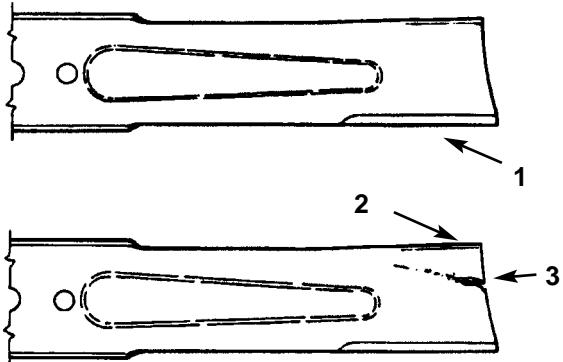

Fig. 34
2. Verificate il tagliente (Fig. 34). Se è smussato o scheggiato, togliete la lama e riaffilatela; vedi *Affilatura della lama*.
3. Verificate ogni lama, particolarmente la sezione curva (Fig. 34). Se notate danni, usura o schegge (Fig. 34), montate immediatamente una nuova lama.